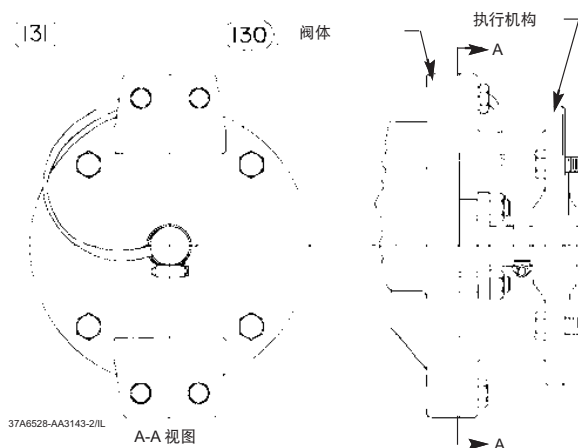

图 4. 可选的阀轴至阀体连接带组件
4. 用夹子（图 4，件 130）将连接带组件（图 4，件 131）连接到阀轴上。